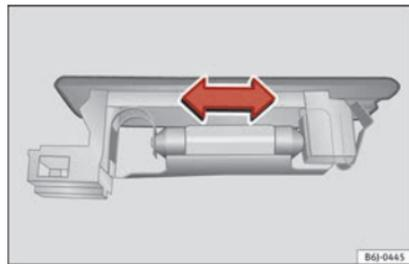

Abb. 206 Gepäckraumleuchte*
- Drücken Sie die Lampe zur Seite und nehmen Sie sie aus ihrer Halterung heraus » Abb. 206.